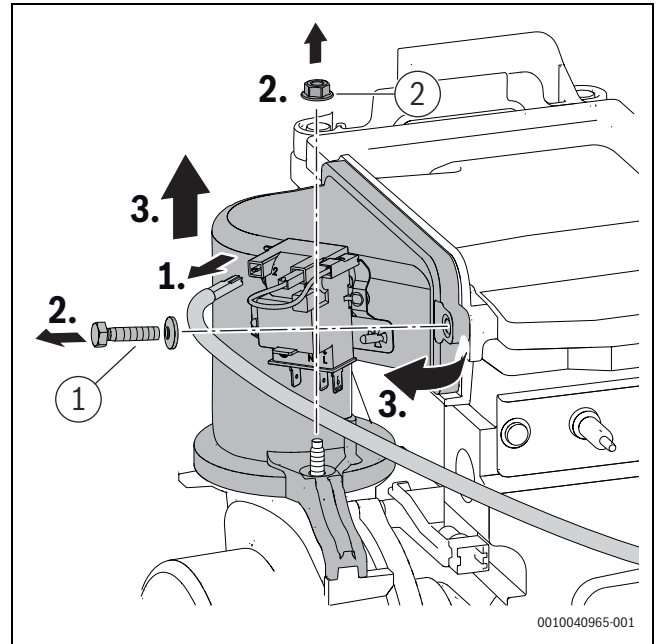

Bild 59 Mischeinrichtung ausbauen
- ▶ Schraube und Mutter ([1] und [2], Bild 59) an der Mischeinrichtung mit 5,5+0,5 Nm festziehen.